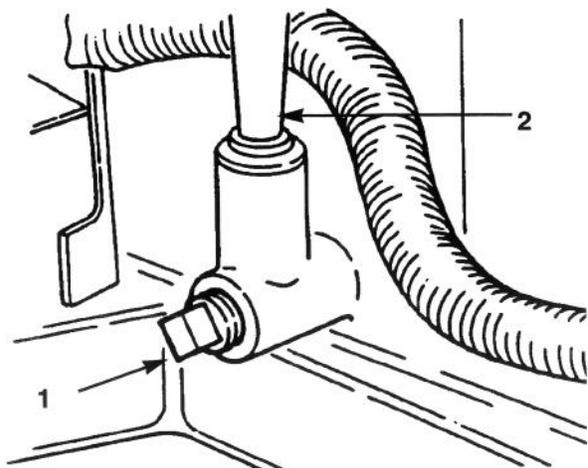

Figure 33
3. Nettoyer la surface autour de la jauge d'huile (Fig. 33) pour éliminer les saletés qui pourraient tomber dans le trou de remplissage et endommager le moteur.
4. Placer un récipient sous le tube de la jauge/de remplissage et déposer le bouchon de vidange (Fig. 33).
6. Verser approx. 80% de la quantité d'huile spécifiée dans le tube de remplissage (Fig. 33), puis contrôler le niveau; se reporter à la section *Contrôle du niveau d'huile*.